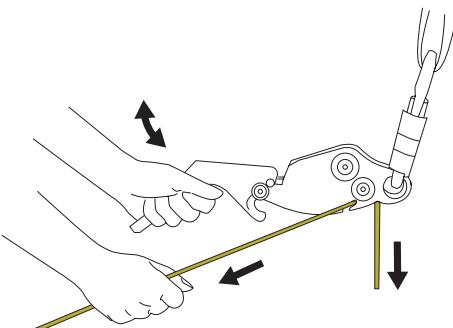

Fig. 7
- La velocità di discesa viene controllata con una mano sulla maniglia e l'altra mano che tiene la fune al di sotto del dispositivo. Iniziare con la fune ad angolo all'uscita della fessura. Con il discensore capovolto, la discesa si inizia tirando la maniglia verso l'alto, fig. 7, e si arresta muovendo la maniglia verso il basso o rilasciandola. Per aumentare o ridurre l'attrito, spostare la fune nella parte stretta della fessura o allontanarla come mostrato in fig. 3B. È essenziale tenere sempre una mano sulla fune al di sotto del discensore per aver un miglior controllo della discesa.